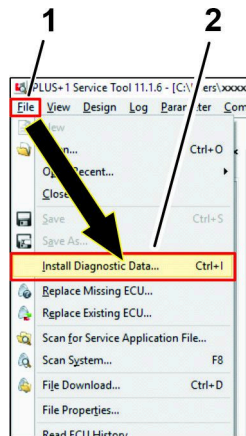

Figura 47
- Haga clic en el icono ARCHIVO, y en la lista desplegable, haga clic en el icono INSTALAR DATOS DIAGNÓSTICOS . . . (Figura 47).